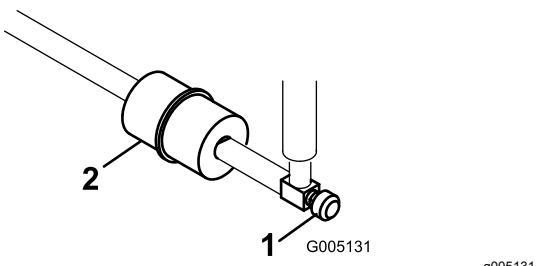

Figure 42
Le filtre à carburant en ligne se trouve dans la conduite d'alimentation, entre le réservoir de carburant et le carburateur (Figure 42).
1. Fermez le robinet d'arrivée de carburant (Figure 42).
2. Placez un bac de vidange sous le filtre, desserrez le collier sur le côté carburateur du filtre, et débranchez la conduite de carburant du filtre (Figure 42).
3. Desserez l'autre collier et déposez le filtre (Figure 42).